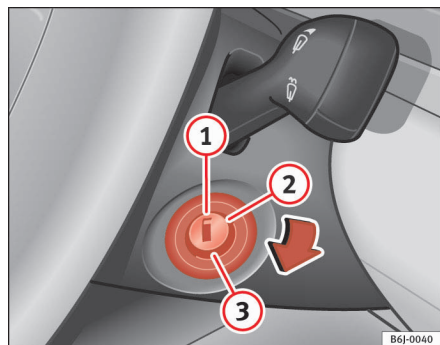

Fig. 93 Positions de la clé de contact
Dans cette position ⇒ fig. 93 l'allumage et le moteur sont déconnectés, ce qui peut bloquer la direction.
- Amenez la clé de contact en position ⇒ page 140, fig. 93 ①. Le témoin  s'allumera en cas de préchauffage du moteur.
- Lorsque le témoin s'éteint, tournez la clé en position ② pour lancer le moteur sans appuyer sur l'accélérateur.
- Amenez la clé de contact en position ⇒ page 140, fig. 93 .